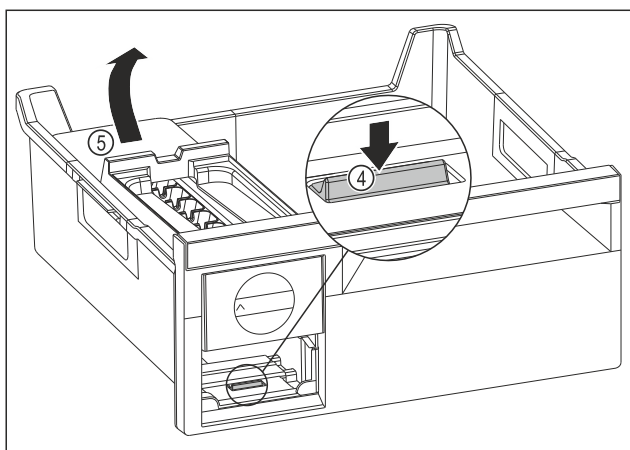

Fig. 141
- EasyTwist-Ice-Korpus entnehmen: Lasche Fig. 141 (4) mit Finger nach unten drücken und gleichzeitig mit der anderen Hand den EasyTwist-Ice-Korpus Fig. 141 (5) von hinten anheben.